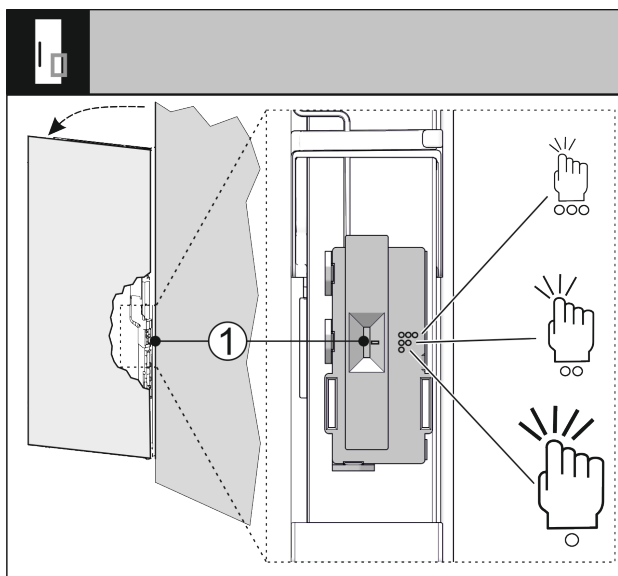

Fig. 34
Si può regolare la sensibilità del sensore di battito in testa mediante un interruttore Fig. 34 (1). L'interruttore è, lato cerniera, sulla terza sezione inferiore della porta.
- ▶ Spostare l'interruttore Fig. 34 (1) nella posizione dell'interruttore desiderata.